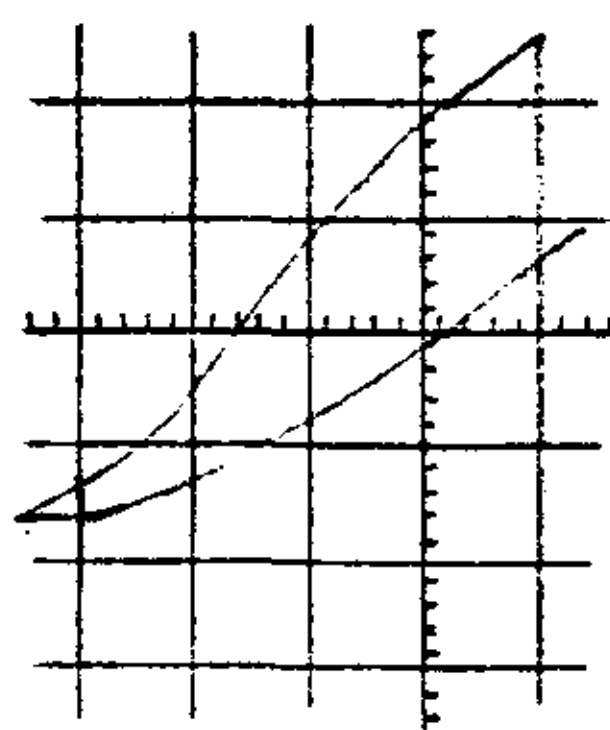

图 6 电压轨迹图
(3) 为了减小测量误差, 增大扫描灵敏度, 使二者的轨迹在过零处尽可能分离得远些(见照片图 6), 测得这个时间差。